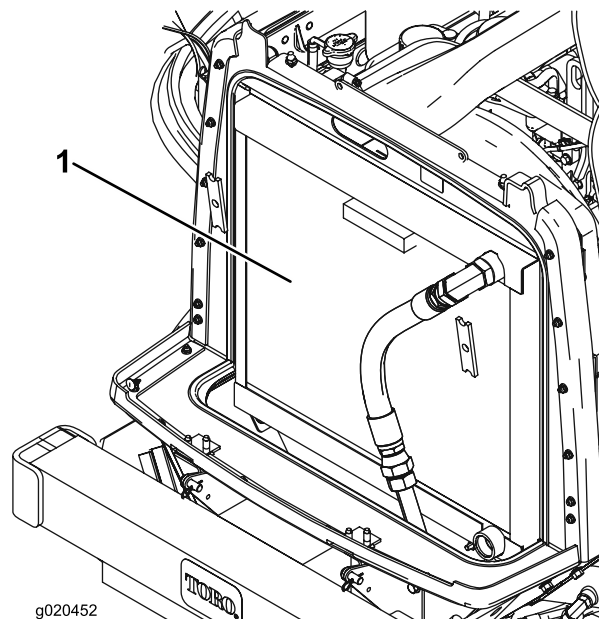

Figura 68
3. Limpie a fondo ambos lados de la zona del radiador/enfriador de aceite con aire comprimido (Figura 68).